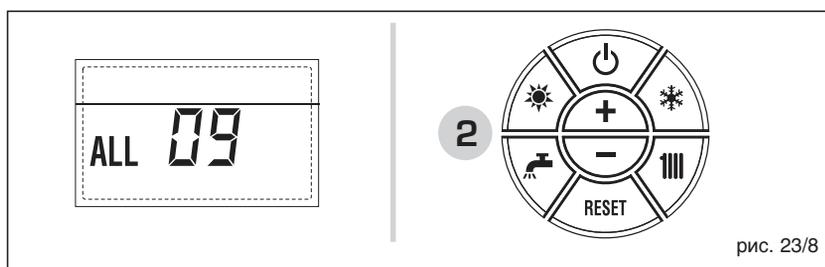

рис. 23/8
– **НЕПОЛАДКА ВСПОМОГАТЕЛЬНОГО ДАТЧИКА “ТРЕВ. 1” (рис. 23/9)**